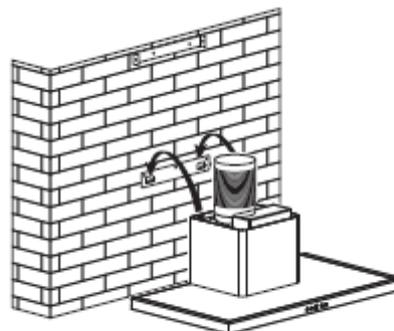

fig. 5
- Posez et fixez le corps de la hotte sur ce support avec les vis prévues en dotation (fig. 5).